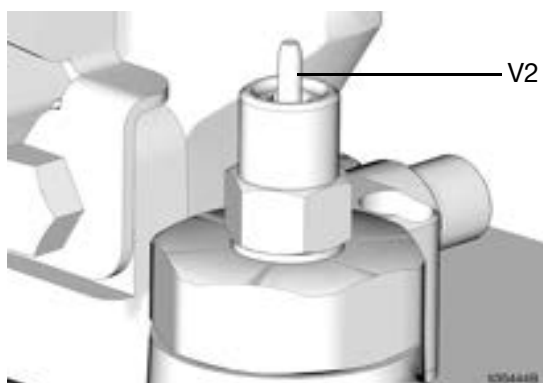

図 16
- タンク (K) を充填する前に、適切な操作を確保するために、プリーザー (J) ベントをチェックしてください。
- タンク (K) をオーバーフローポート (H) を越えて充填しないでください。
- プリーザー (J) をタンクを充填するポートとして使用しないでください。
5. リモート充填ステーションポンプ (AA) を始動させてください。
6. タンク (K) が充填されている場合:
- リモート充填ステーションポンプ (AA) は失速 (空打ち) し、
- に示されるように自動充填遮断ピン (v2) が飛び出す、図 16、